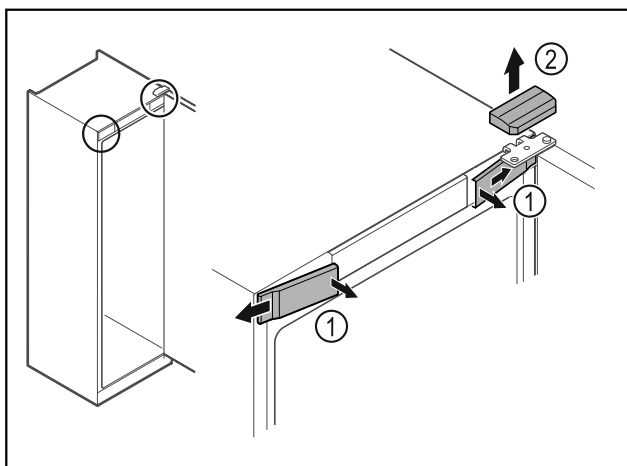

Fig. 11
- Atbrīvojiet priekšējos pārsegu Fig. 11 (1) iekšpusē un noņemiet uz sāniem.
- Noņemiet augšējo pārsegu Fig. 11 (2) uz augšu.